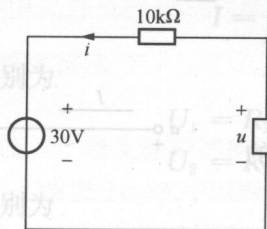

图 1-16 电路图
(1) 电路如图 1-16 所示,已知 $i=2\text{A}$, 求 u 。